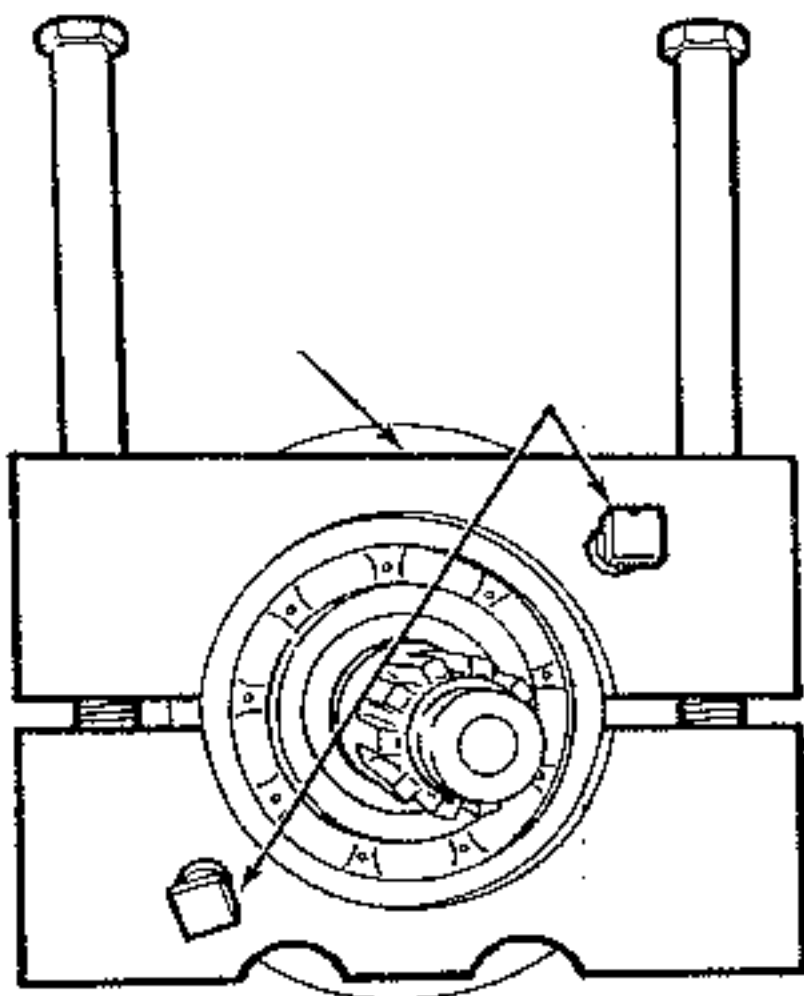

Bild 68
- Den grossen Lagersprengring von der Aussen- seite des vorderen Lagers entfernen. Zum Ausziehen des Lagers, zusammen mit der Kupplungswelle, ist ein Abzieher erforderlich (J-6654-01), welcher wie in Bild 68 gezeigt anzusetzen ist. Eine ähnliche Vorrichtung kann man selbst herstellen.